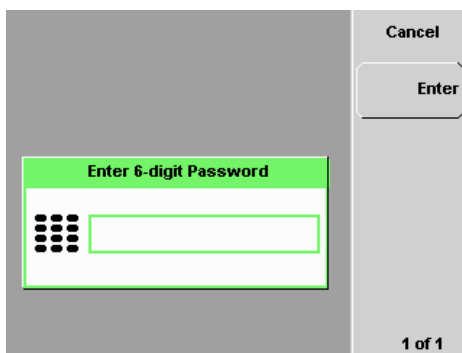

Abbildung 2-52 Eingabe des Kennworts zur Bildschirmwiederherstellung
- 9 Nach Leeren des Bildschirms werden Sie zur Eingabe des Kennworts zur Bildschirmwiederherstellung aufgefordert, wenn Sie eine beliebige Taste am vorderen Bedienfeld drücken (siehe Abbildung 2-52). Sie haben drei Versuche, das Kennwort einzugeben.